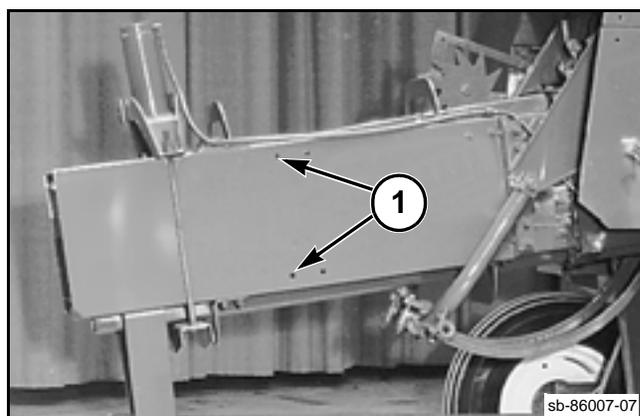

FIG. 27
FIG. 27: Sujete los resistores de heno dentro de las paredes laterales de la cámara de fardos. Utilice los orificios existentes (1) proporcionados para la instalación de los resistores de heno.